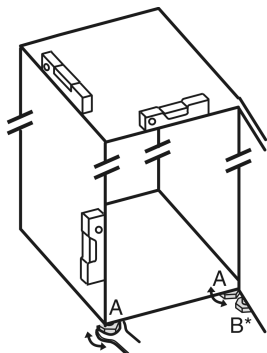

Fig. 23
- Seřizovací nožky Fig. 23 (A) vyšroubujte pomocí příloženého vidlicového klíče a pomocí vodováhy, dokud nebude spotřebič pevně vyrovnaný.
- Seřizovací nožku Fig. 23 (B) na stojanu ložiska vytáchejte pomocí příloženého vidlicového klíče, až dosedne na zem.
- Seřizovací nožku Fig. 23 (B) otáčejte dál o 90°.